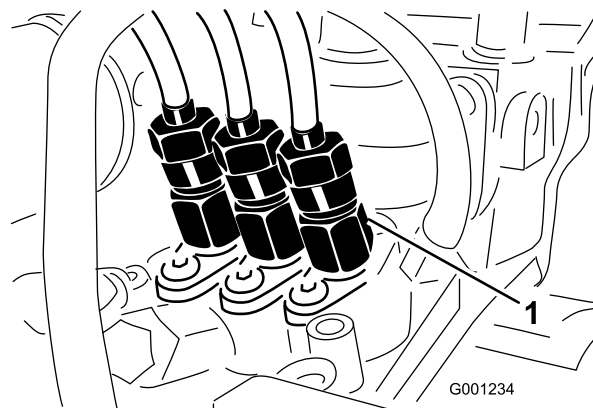

Figura 55
1. Allentate il dado del tubo nell'ugello dell'iniettore n. 1 e il gruppo di supporto nella pompa di iniezione (Figura 55).